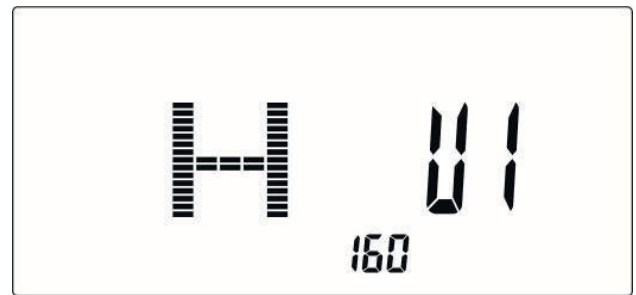

Abbildung 2
2. Geben Sie Ihr Geschlecht, Alter, Größe und Gewicht ein (Abb. 2) und bestätigen Sie jede Eingabe mit dem Encoder.